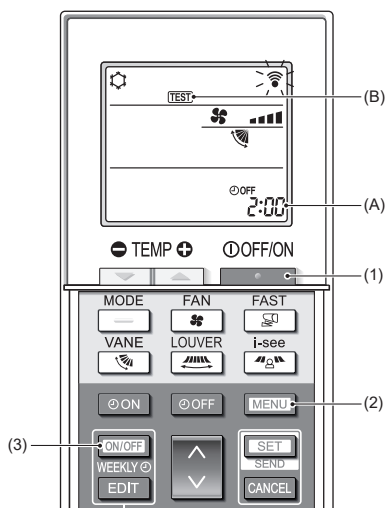

Fig. 7-5
7.2.2. Bruk av trådløs fjernkontroll (Fig. 7-5)
■ Testkjøring (Fig. 7-5)
- Trykk på [OFF/ON]-knappen (1) for å stoppe klimaanlegget.
- Hvis uketidsuret er aktivert ([WEEKLY] lyser), trykker du på [ON/OFF WEEKLY]-knappen (3) for å deaktivere det ([WEEKLY] slukkes).
- Trykk på [MENU]-knappen (2) i 5 sekunder.
- Trykk på [MENU]-knappen (2).
- [TEST] (B) tennes, og enheten går over i testkjøringsmodus.